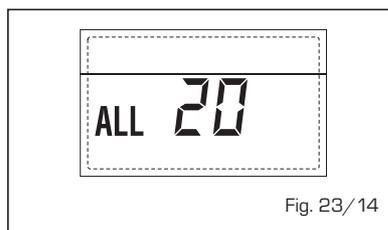

Fig. 23/14
**- ANOMALÍA AVERÍA SONDA IMPULSIÓN PRIMERA ZONA MEZCLADA "ALL 21" (fig. 23/15)**